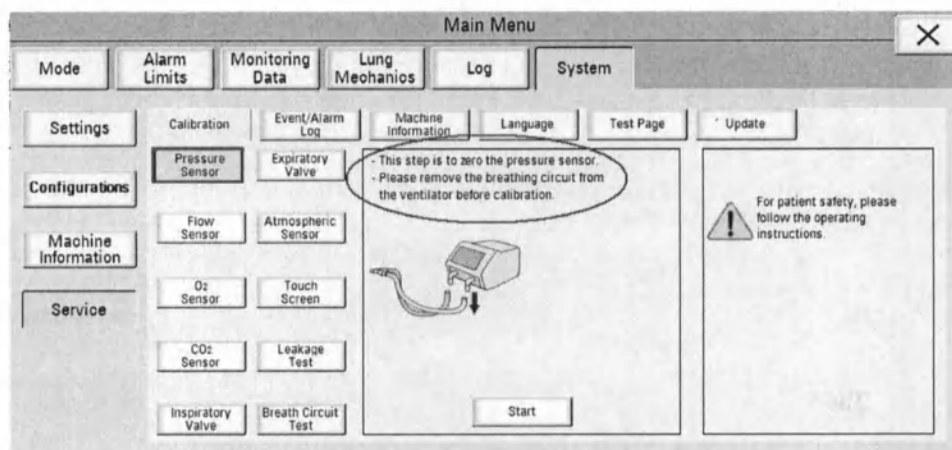

Рисунок 6-55.
1. **Калибровка датчика давления.** Нажмите кнопку «Датчик давления», чтобы открыть страницу калибровки. Появится сообщение: «Это действие выполняется для обнуления датчика давления. Перед калибровкой отключите дыхательный контур от аппарата ИВЛ». Также отображается схема, как показано на рис. 6-55.